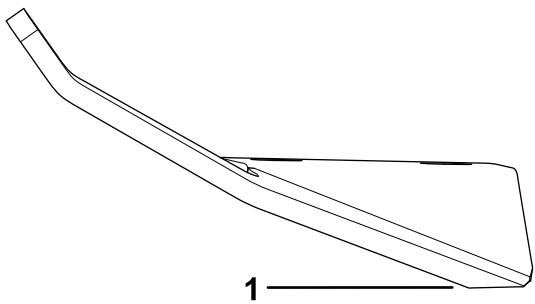

Figura 108
- Utilizzate una lima o uno strumento di affilatura per affilare il tagliente a entrambe le estremità della lama (Figura 108).
Nota: Se il gruppo delle lame non è bilanciato, limate parte del metallo dall'estremità pesante della lama solo nell'area della costa (Figura 108).